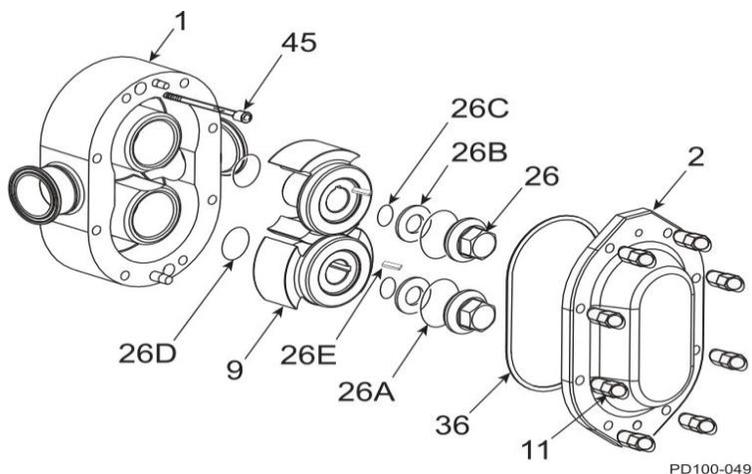

Ilustración 33. Despiece del cabezal de fluido
1. Retire las tuercas de la cubierta (Ilustración 33, elemento 11) de la tapa (elemento 1). Con un martillo blando, golpee un poco la cubierta (elemento 2) para sacarla de los espárragos de la carrocería y de los pasadores.